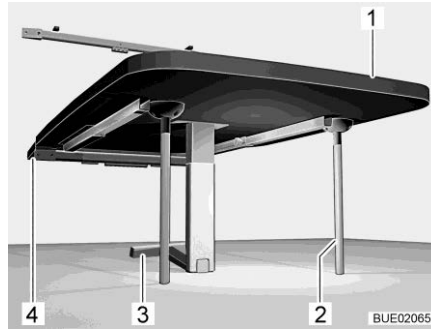

Fig. 135 Table suspendue pour sommier de lit
- Soulever le plateau de table (Fig. 135,1) à l'avant.
- Rabattre la partie inférieure du pied d'appui à joint (Fig. 135,3) de 90°.
- Placer deux pieds d'appui supplémentaires (Fig. 135,2) dans les fixations sur la partie inférieure du plateau de table.
- Mettre la table en place dans la baguette de support inférieure (Fig. 135,4) et la verrouiller.